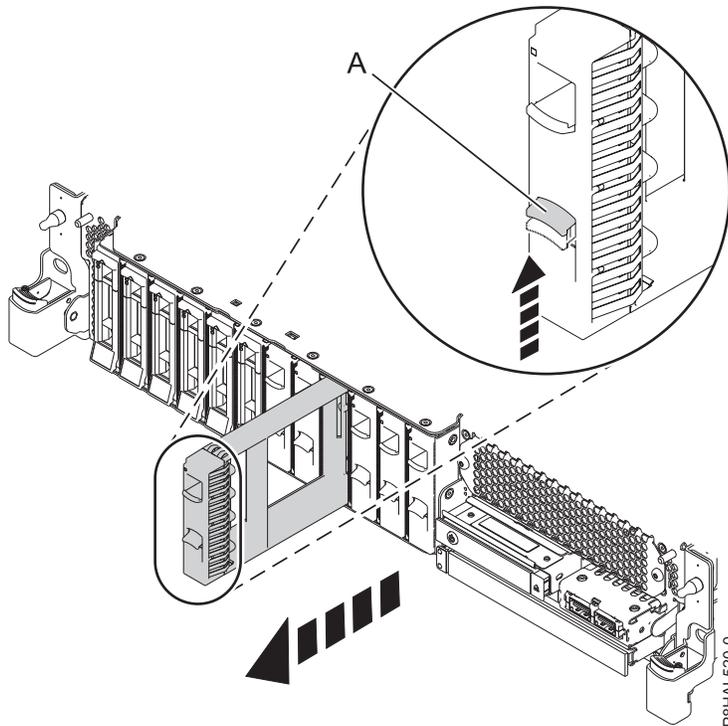

Figura 39. Remover um enchimento de unidade de disco de um sistema
3. Empurre o trinco (A) da pega do enchimento na direcção mostrada na Figura 39 na página 52.